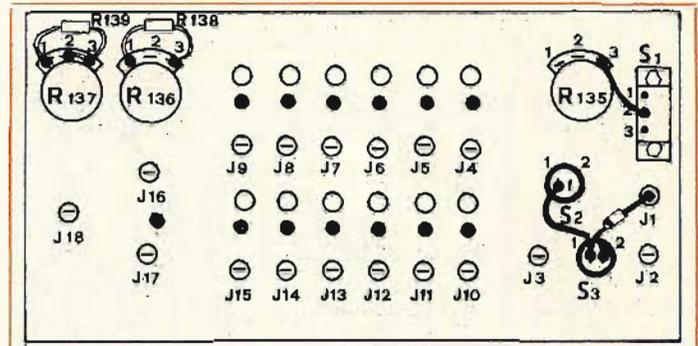
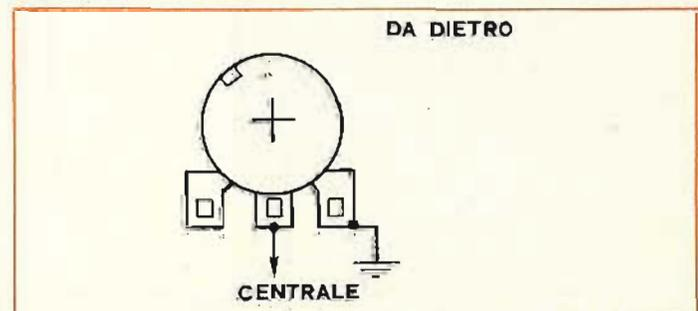

Fig. 2 - Disposizione dei componenti il pannello frontale (potenziometri, interruttori, pulsanti, bocche) e loro interconnessioni.
Fig. 4 - Particolare delle connessioni ai potenziometri formatori della sequenza.
Dopo tutti questi ben discorsi, ora siete veramente in grado di procedere alle connessioni di tutti e quattro i circuiti. Innanzitutto vi consigliamo una disposizione del pannello (se proprio non volete rinunciare alle vostre idee architettoniche oppure non acquistate il Kit) almeno ricalcate, in linea di massima, l'organizzazione data al nostro prototipo per es.: vedi fig. 2. Vedete poi (se avete dubbi riferitevi anche alla puntata scorsa) di tenere presente che i terminali dei potenziometri dei comandi esterni (non parlo dei potenziometri di comando della sequenza) sono NUMERATI (da 1 a 3 ovviamente), come pure sono numerati i reofori degli switch e dei pulsanti. Anche le boccole per il Loop della sequenza sono numerate: le chiameremo «jack 4, 5, etc...», come pure le boccole di coman-
Adesso siete pronti a collegare finalmente le trecce ai potenziometri: noterete sul cs che una pista è comune a tutti i terminali di detti potenziometri: ed è la pista di massa (vedi schema elettrico). Tenete allora presente che la tensione di controllo in uscita è nulla se il cursore (centrale) di un potenziometro è tutto volto verso massa: poiché dunque di solito i potenziometri funzionano in modo che l'effetto (in questo caso la tensione di uscita per il VCO) aumenti se vengono ruotati in senso orario, dovrete collegare un capo di ogni trecciola al terminale segnato dallo schema (cioè il cursore al filo centrale di diverso colore, e il filo che, degli altri due fa capo alla pista comune di massa, andrà collegato come in Fig. 4, dove il potenziometro è visto da DIETRO). Vedi anche la Fig. 2 della scorsa puntata.
Ad ogni modo prendete in considerazione la fig. 2. RICORDATE UNA COSA IMPORTANTE: per risparmiare tempo, vedrete che è inutile saldare subito un terminale là dove poi arrivano in un secondo tempo altri fili: useremo allora, ad ogni operazione di collegamento, una simbologia particolare: se dovrete collegare e saldare scriveremo (S); se dovrete aspettare, scriveremo invece (NS) Ci siamo capiti?